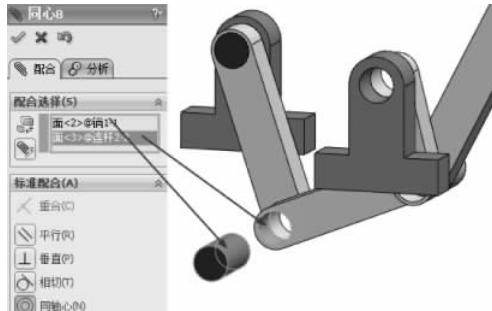

图 3-193 同轴心配合
(25) 选择【标准配合】选项组下的【同轴心】配合类型  ,在【要配合的实体】选择框 中选择如图 3-193 所示的面,其他保持默认,单击【确定】按钮 ,完成同轴心配合。